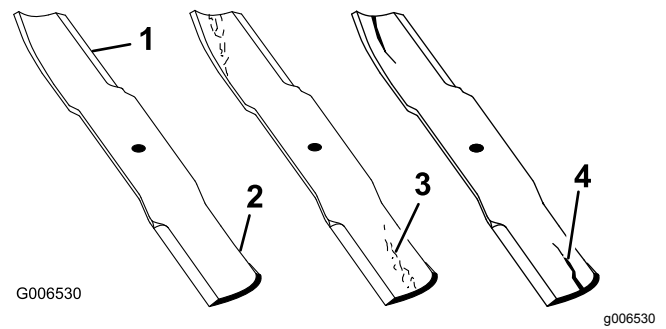

Bild 101
1. Untersuchen Sie die Schnittkanten (Bild 101).
4. Wenn Sie Risse, Verschleiß oder Rillenbildung in diesem Bereich feststellen, sollten Sie sofort ein neues Schnittmesser einbauen (Bild 101).